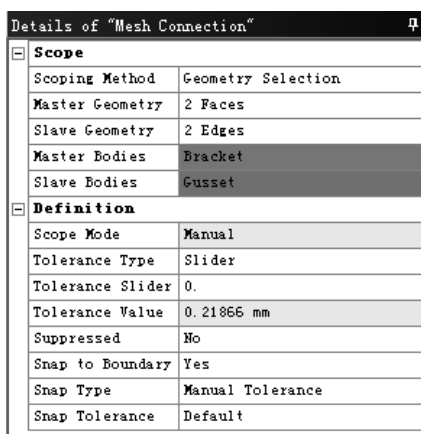

图 7.6.95 “Details of ‘Mesh Connection’”对话框
(1) 选择命令。在“Outline”窗口中选中  **Connections** 并右击，在弹出的快捷菜单中选择 **Insert**  **Manual Mesh Connection** 命令，弹出图 7.6.95 所示的“Details of ‘Mesh Connection’”对话框。